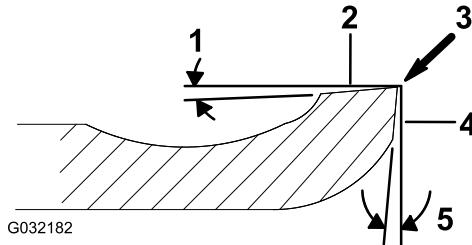

**Рисунок 19**
- Произведите 30-градусное затыловочное шлифование всех ножей барабана, пока не будет достигнута ширина витка 0,76 мм (Рисунок 19).